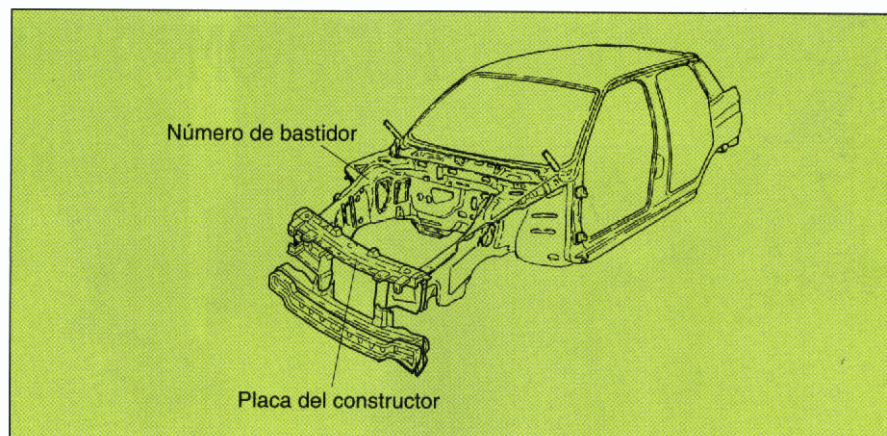

Figura 1. Situación de las placas de identificación del vehículo.
La situación de estas placas se refleja en la figura 1.
• **El número de bastidor** se encuentra troquelado en la parte superior de la torreta de suspensión derecha (figura 1).